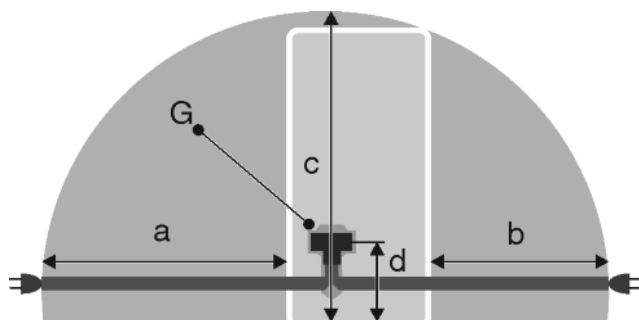

Fig. 28
- Utičnica se nalazi izvan područja bočne strane uređaja u navedenom području Fig. 28 (a, b, c).
- ▶ Utikač uređaja Fig. 28 (G) utaknite na stražnju stranu uređaja. Pripazite da ispravno uskoči.